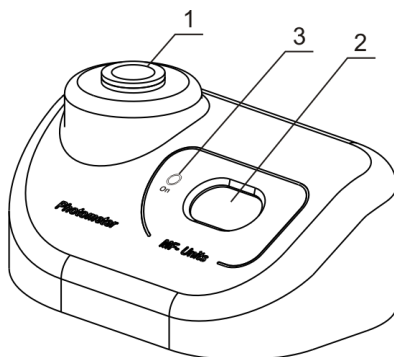

Figure 3. Vue d'ensemble
3.4.5. Insérez le tube de solution standard, correspondant à la valeur du point de calibrage, dans l'emplacement (fig. 3/1) du Densitomètre.
- L'affichage disparaît s'il n'y a pas de tube dans l'emplacement pendant une minute. Appuyez sur le bouton **On** (fig. 3/3) pour activer l'appareil
- Vérifiez si l'adaptateur **A-16** est dans la prise (fig. 3/1). L'appareil est calibré pour fonctionner avec les tubes en verre de 16 mm de diamètre extérieur. Reportez-vous à la 3.4. lors de l'utilisation de tubes différents.
- 4.3. Les indications suivantes peuvent s'afficher sur l'écran (fig. 3/2):
- 4.4. Agitez le tube de solution. Il est recommandé d'utiliser un vortex pour l'agitation, par ex. le Personal Vortex V-1 plus. Insérez le tube dans l'emplacement du densitomètre (fig. 3/1). La valeur McFarland de la solution s'affichera sur l'écran (fig. 3/2).